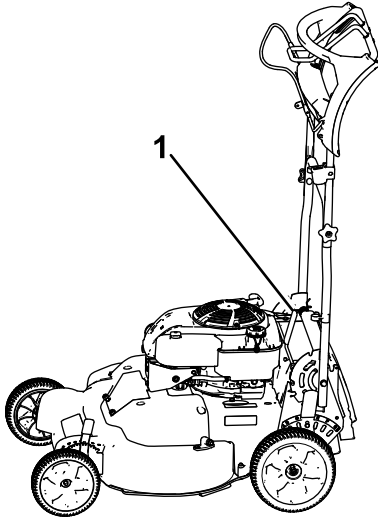

Figura 38
1. Bloquee el manillar en la posición vertical (Figura 38); consulte Ajuste de la altura del manillar (página 12).